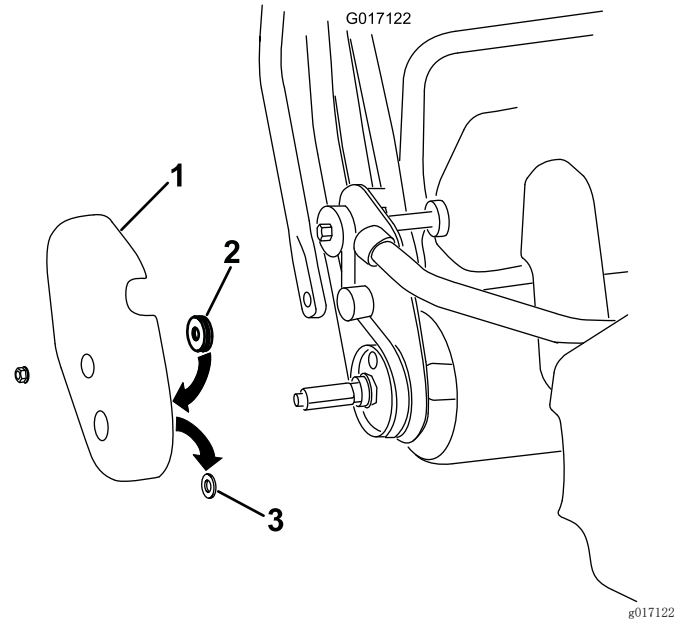

图5
- 从机器上拆下右侧轮鼓盖（图5）。
- 从轮鼓盖上的轮轴孔卸下并丢弃橡胶垫（图5）。
- 将毛毡封粘贴到轮鼓盖的里面、放置在轮轴孔周边（图5）。